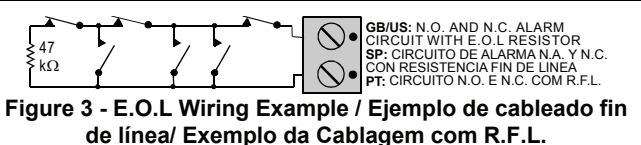

Figure 3 - E.O.L Wiring Example / Ejemplo de cableado fin de línea/ Exemplo da Cablagem com R.F.L.
3.2 Entrada cablada auxiliar (Fig. 3)